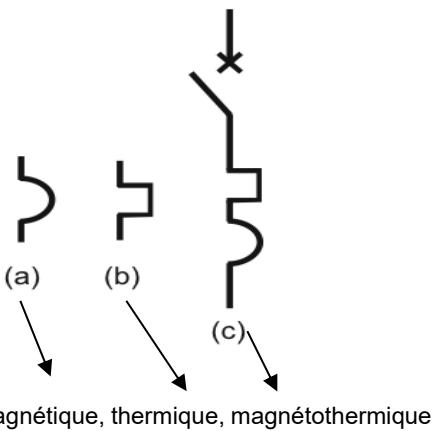

Fig 36
- le disjoncteur magnétique, qui assure la protection contre les courts-circuits (fig.36 symbole a);
- le disjoncteur thermique, qui assure la protection contre les surcharges (fig.36 symbole b);
- le disjoncteur magnétothermique, qui cumule les deux fonctions et assure la protection contre les courts-circuits et contre les surcharges (fig.36 symbole c).